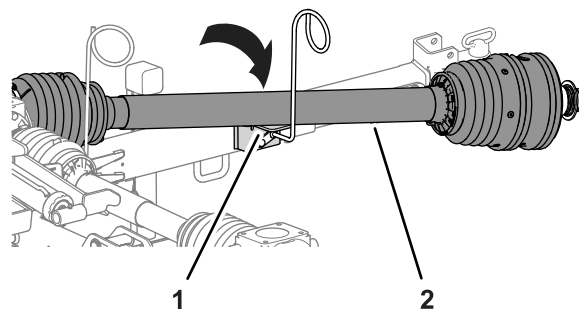

Рисунок 9
- Поместите приводной вал механизма отбора мощности на опору приводного вала, находящуюся на направляющей шлангов (Рисунок 9).